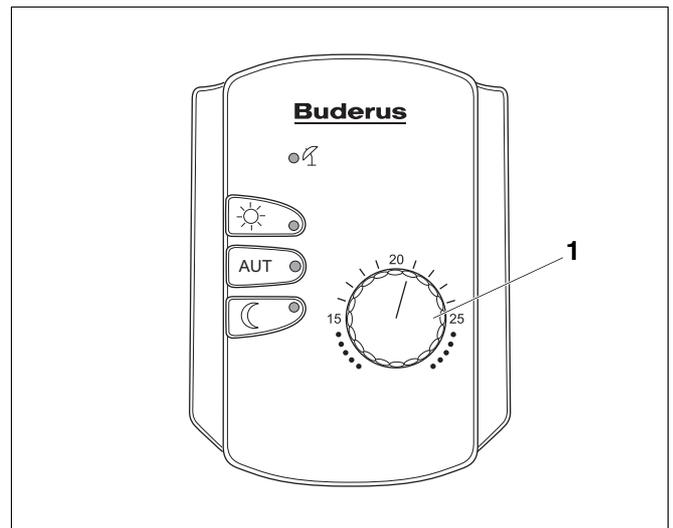

Рис. 11 Дистанционное управление
- Выставьте ручкой управления (рис. 11, поз. 1) нужную комнатную температуру, например, 21 °С.